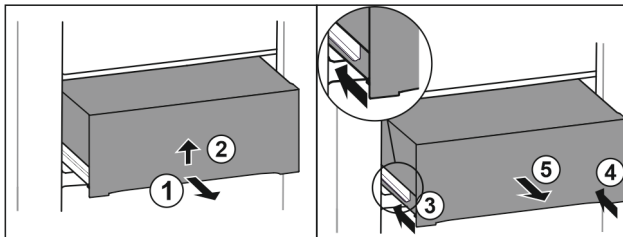

Fig. 33
- ▶ Extraiga el cajón hasta la mitad. Fig. 33 (1)
- ▶ Levante el cajón por la parte de abajo Fig. 33 (2).
- ▶ Retraiga la guía izquierda. Fig. 33 (3)
- ▶ Retraiga la guía derecha. Fig. 33 (4)
- ▶ Extraiga el cajón hacia delante. Fig. 33 (5)